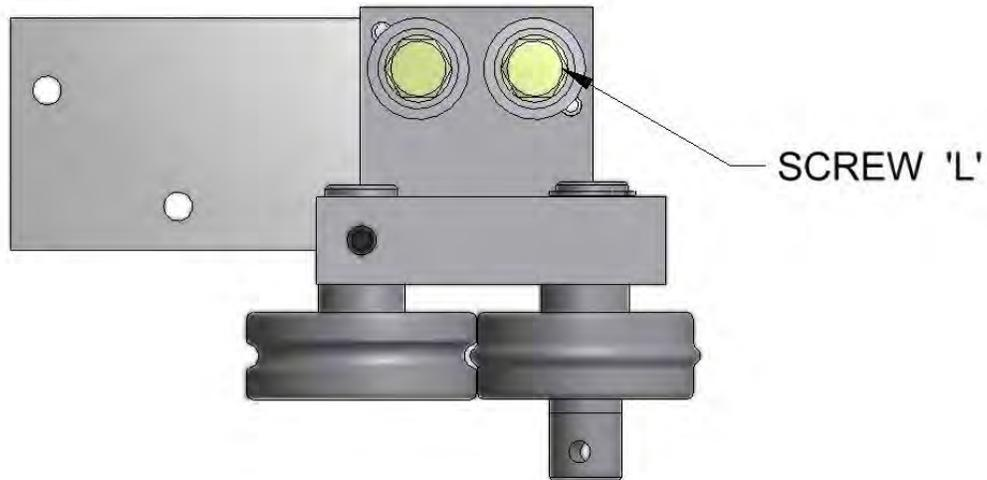
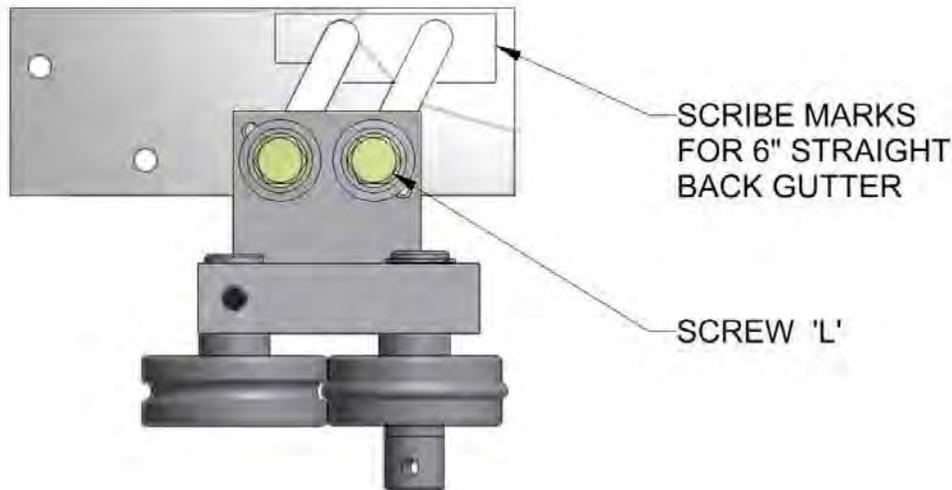
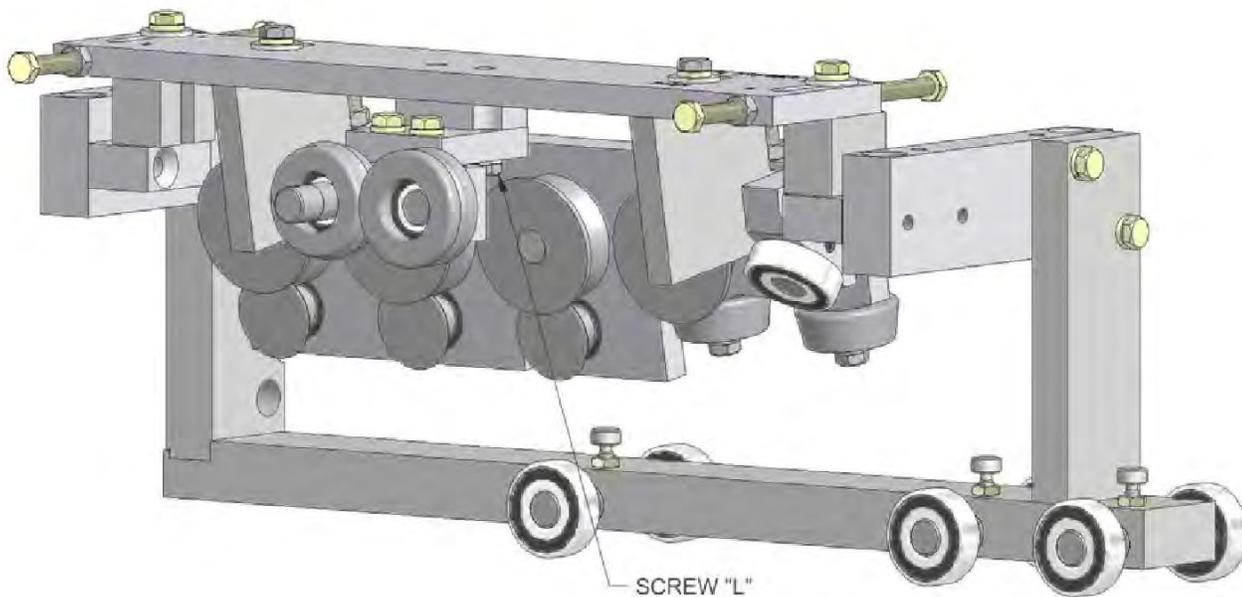

Ilustración 55: Conjunto de la bordonera – MG6.
Ilustración 57: Conjunto de la bordonera – M56 (se muestra en la posición de 5").
Ilustración 58: Conjunto de la bordonera guardado.
(Ilustración 55 e ilustración 58).
El conjunto de la bordonera debe ser removido y guardado en el gancho, como se muestra en la Ilustración 58 para el perfil de gancho o alineado con las marcas trazadas en la placa de montaje para un perfil de parte posterior plana. Para quitar el conjunto de la bordonera, quite ambos tornillos "L" y el conjunto de la bordonera y guárdelos en el gancho. Después de que la bordonera se guarde como se indica, vuelva a apretar los tornillos "L".
(Ilustración 57 e ilustración 58).
**NOTA:** Las marcas trazadas en la placa de montaje del conjunto de la bordonera que se muestran en la Ilustración 57 están ajustadas de fábrica para material de 11 7/8" de ancho para canaletas de 5" y material de 15" de ancho para canaletas de 6". Ajuste la altura según corresponda para otras anchuras.